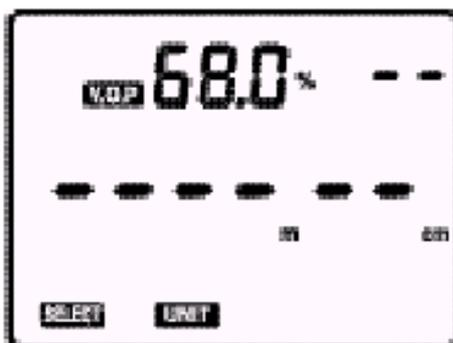

Fig. 2
2. 显示屏显示上次设置的线缆类型(参见 Fig. 1 和 Fig. 2)及相应的 V. O. P. 值.